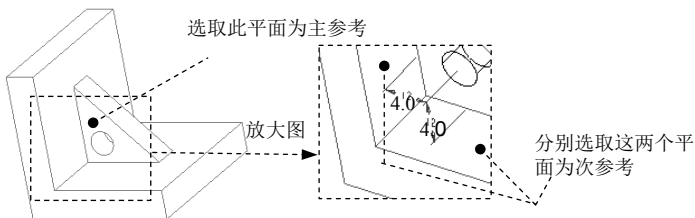

图 7.3.6 孔特征
Step5. 创建图 7.3.6 所示的左侧孔特征。单击  功能选项卡  区域中的  按钮;孔放置的主参考面和次参考面如图 7.3.6 所示,放置方式为线性,其偏移的距离均为 4.0 (参见放大图),孔的类型为直孔,孔直径为 5.0;孔深选项为 ,选取主参考面后面的平面为孔终止面。